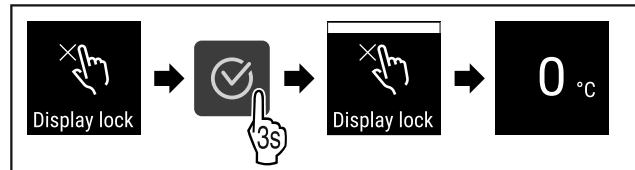

Fig. 67
- ▶ Провести етапи операцій (див. Fig. 67) .